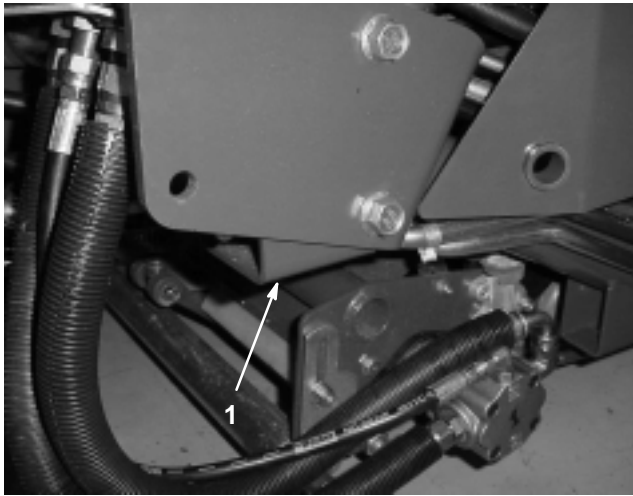

Bild 40
- Rechts: Unter der ROPS (Überrollschutz) –Stützhalterung (Bild 40)